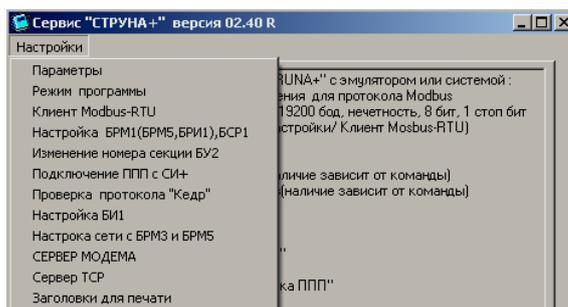
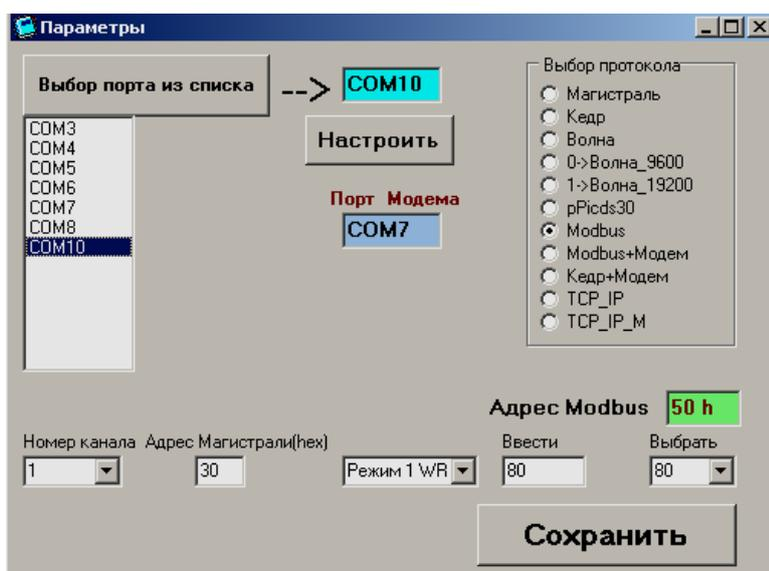

Рисунок 2.2
Рисунок 2.4
2.3 В меню настройки выбрать опцию «Параметры» (рисунок 2.2). В результате активируется форма «Параметры», представленная на рисунке 2.3. Используя ЛКм нажать на кнопку «Выбор порта из списка» и выбрать порт подключения (рисунок 2.4).